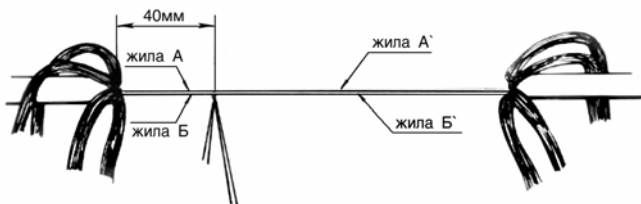

Рис. 5.3. Сращиваемые пары жил скручены
5.3.1. Из отобранных пучков соединяемых кабелей выбрать пары (четвёрки) соответствующие друг другу по расцветке и скрутить внагиб в два оборота на расстоянии 40 мм от среза оболочки (рис. 5.3).